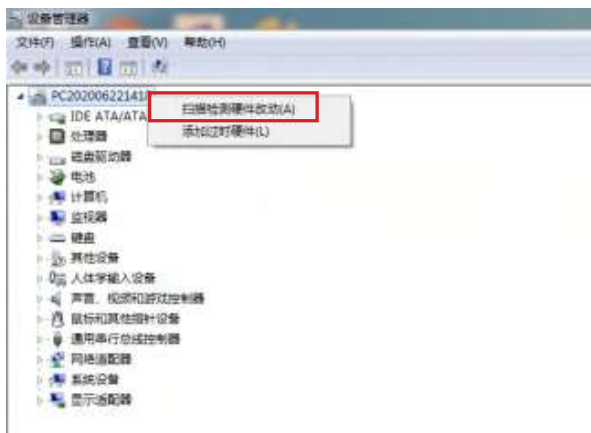
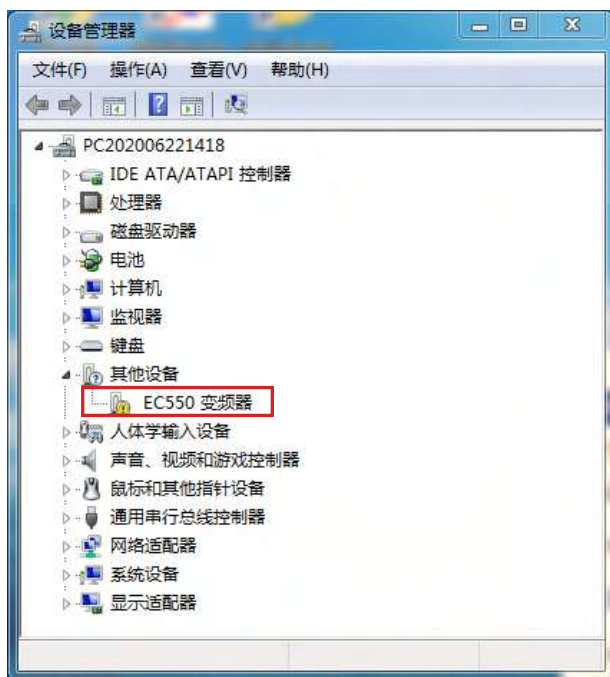

图 13-11 扫描检测硬件
图 13-12 其它设备
1) 设备连接电脑上电后，打开【设备管理器】，如图 13-11 所示，右击【扫描检测硬件改动】找到本设备，如图 13-12 红方框所示，选择【其他设备，EC550 变频器】双击设备。